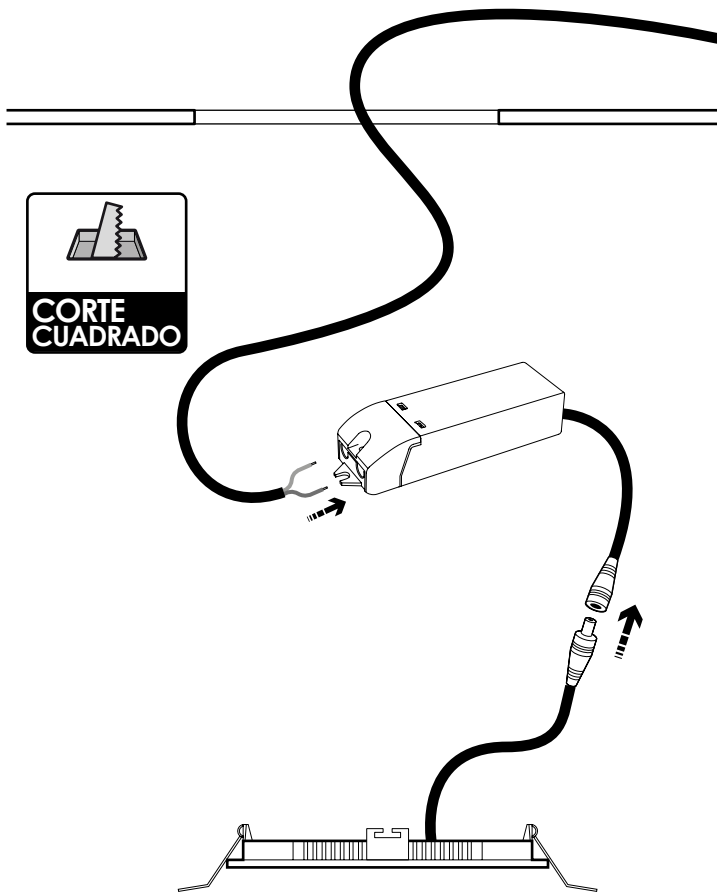

FIG. 3
5. Coloque el driver dentro del hueco de instalación (FIG. 3).
6. Abata los muelles de sujeción e inserte la luminaria en el techo (FIG. 3).